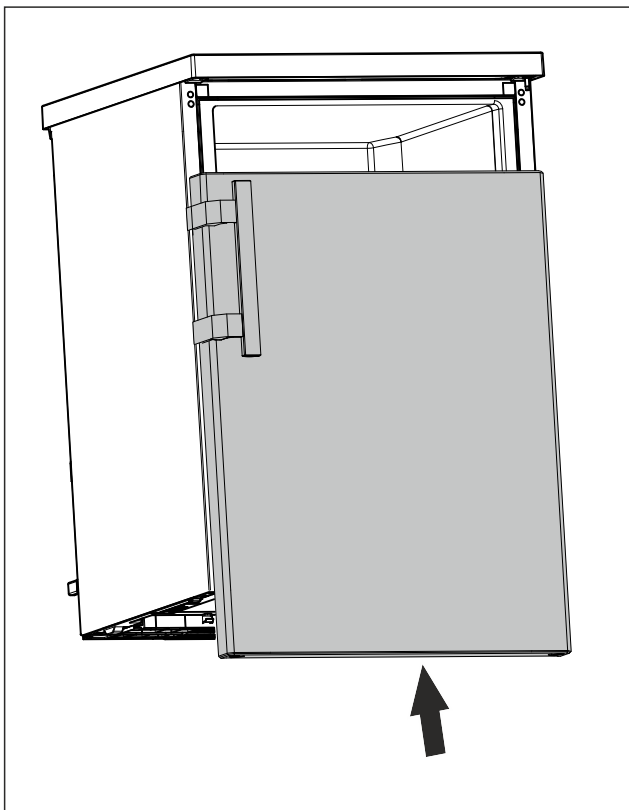

Fig. 23
- ▶ Futni derën në gjendje të mbyllur në bulonin e sipërm. (shihni Fig. 23)